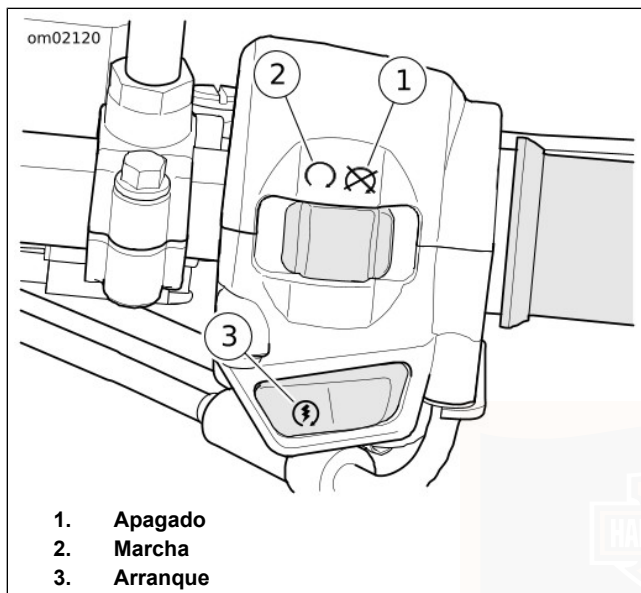

Figura 23. Interruptores de control manual del lado derecho
Vea Figura 23. Presione el interruptor de apagado/marcha (1) para apagar el motor. Si el interruptor de apagado/marcha está en la posición de apagado, el motor no puede arrancar ni funcionar. Si el interruptor de apagado/marcha está en la posición de marcha, el motor arranca y funciona. Consulte la Tabla 20.
Vea Figura 23. Presione el interruptor de apagado/marcha (2) para encender los circuitos eléctricos hacia el motor. Si el interruptor de apagado/marcha está en la posición de marcha, el motor arranca y funciona. Consulte la Tabla 20.
Vea Figura 23. Si el interruptor de apagado/marcha está en marcha, presione el interruptor de arranque (3) para poner en marcha el motor. Consulte la Tabla 20.